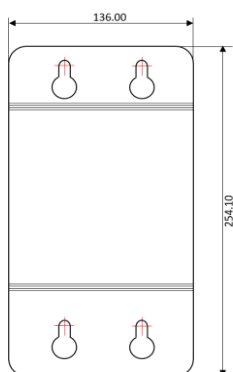

Рисунок 1
2. Закрепите монтажный шаблон на стене и в соответствии с ним просверлите 4 отверстия диаметром 8 мм (рис. 1). Используйте болты для крепления блока управления.